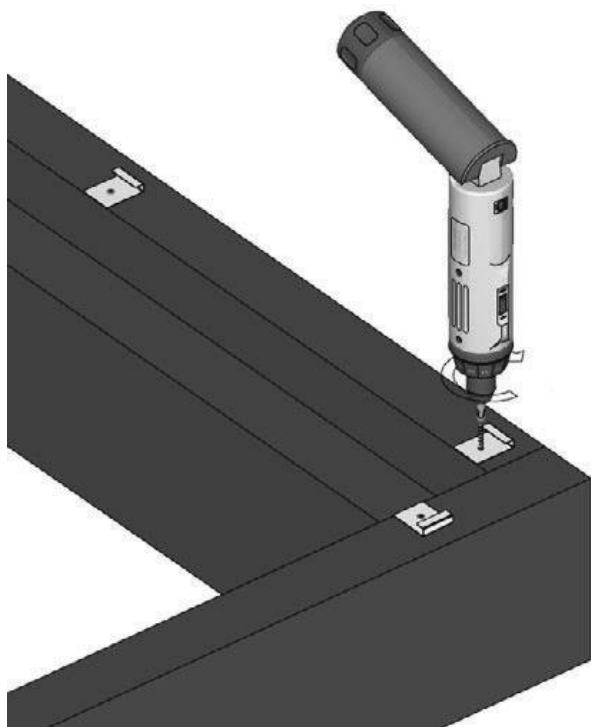

FIG. 21 – CLIPS DE DÉPART FIXÉS SUR LA LAMBOURDE EXTÉRIEURE
- 07 Fixez les clips de départ sur la lambourde extérieure (fig. 21) à intervalles de 300 mm.